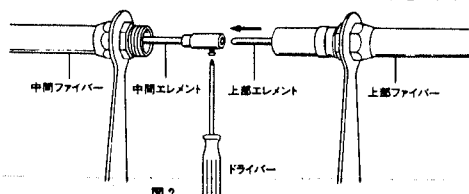

図2
- ②上部ファイバーの中にあるエレメントと中間ファイバーの中にあるエレメントを図2のようにドライバーを使ってしっかりと固定します。